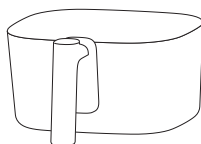

Fig 1
1. Olla para freír: La olla de freír es la olla principal para cocinar ingredientes, con una capacidad máxima de 4L. (Fig 1).